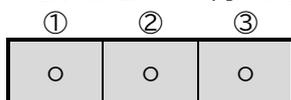

図4 I/F-4 仕様(top view)
- 制御対象装置の電源供給用(電圧 5V、最大供給電流容量 1.0A 程度)。(図4 参照)
接続用ケーブル-4	制御対象装置 I/F-4用の電源供給用 図4 参照